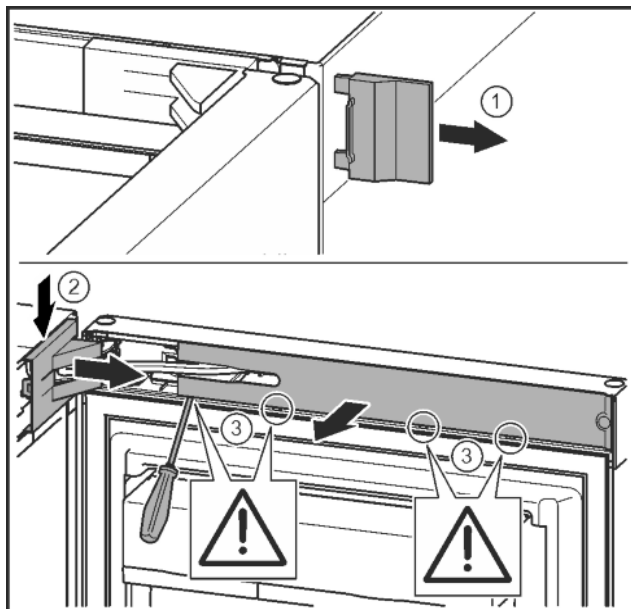

Fig. 7
- ▶ Vegye le a külső fedelet. Fig. 7 (1)
- ▶ Pattintsa ki és oldja ki a csapágybak fedelét. Vegye le a csapágybak fedelét. Fig. 7 (2)
- ▶ Hornyoltfejú csavarhúzóval pattintsa ki a lemezt, és fordítsa oldalra. Fig. 7 (3)